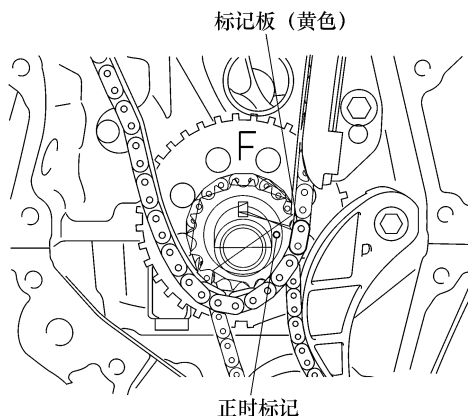

图 1-97 安装正时链条
⑤ 用扳手固定住凸轮轴的六角头部分，并顺时针旋转凸轮轴正时齿轮总成。
⑥ 将标记板(橙色)和正时标记对准，并将链条安装至曲轴正时齿轮，见图 1-97。